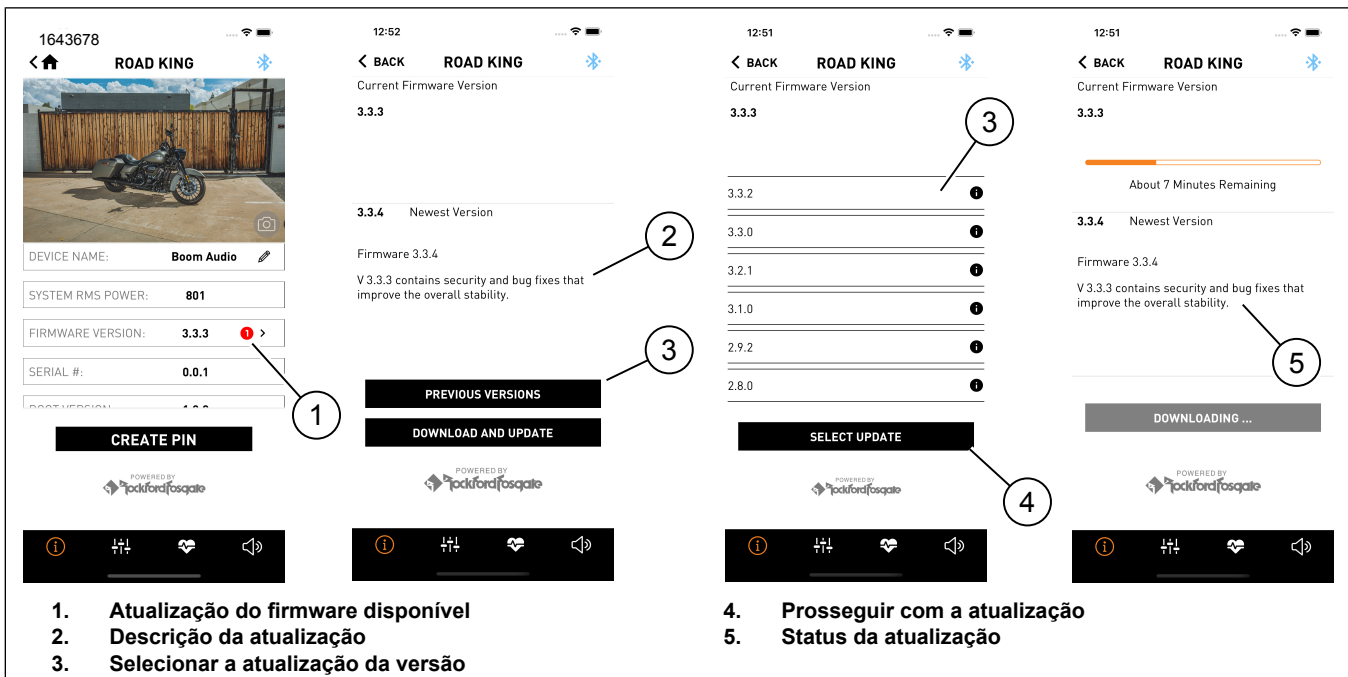

Figura 19.
1. Figura 19 O círculo vermelho indica que há uma atualização de firmware disponível (1).
2. Descrição breve da atualização (2).
- b. Pressione a versão anterior (3) se for essa a versão desejada.
3. Selecione a atualização da versão (3) e prossiga com a atualização (4).